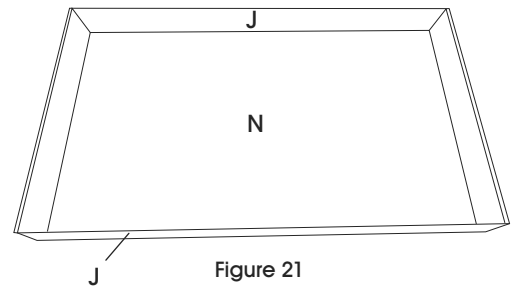

Figure 21
5. Le couvercle est assemblé. (Voir Figure 21)